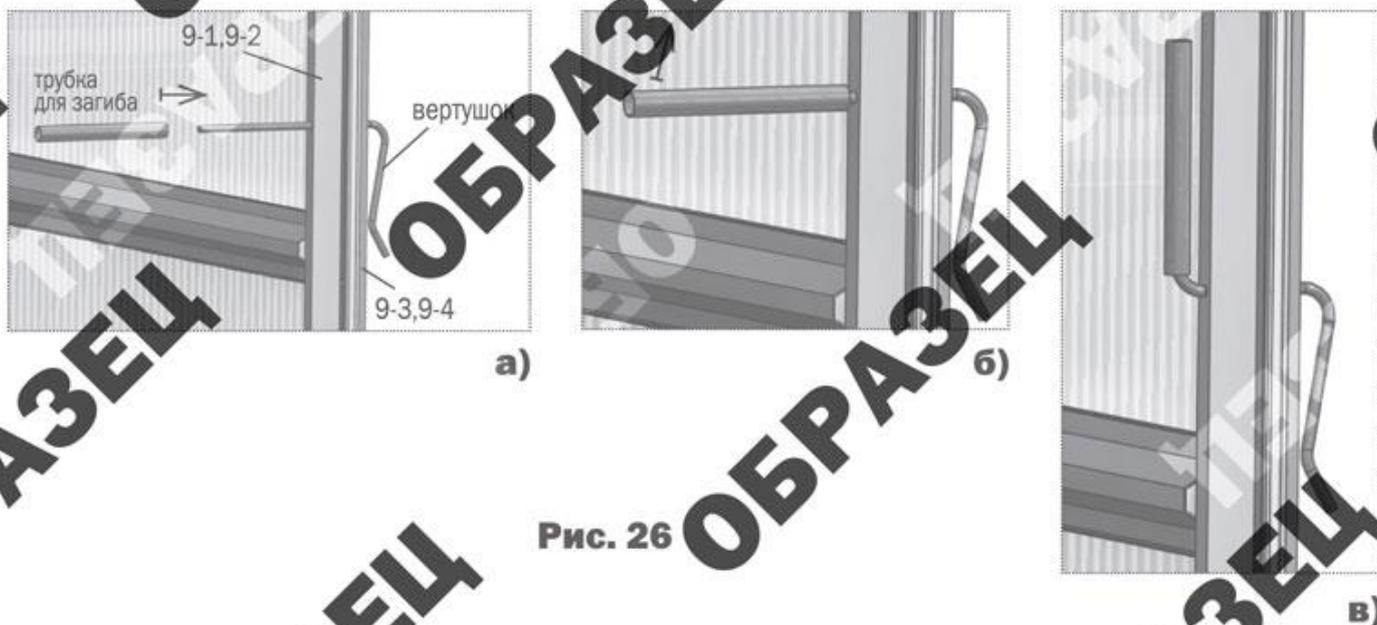

Рис. 26
8. Проволочный вертушок для запирания дверей и форточек вставляется в отверстия стоек дверного проема прямым концом с наружной стороны до упора. С помощью трубки выполняется загиб внутреннего прямолинейного конца рукой вверх (рис. 26). Такая конструкция вертушка позволяет упруго прижимать двери и форточки торцов в закрытом состоянии, находясь как снаружи так и внутри теплицы.